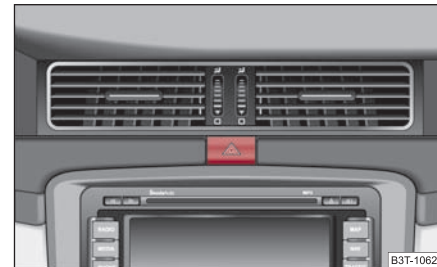

Abb. 60 Schalttafel: Schalter für Warnblinkanlage
- Drücken Sie den Schalter  ⇒ Abb. 60, um die Warnblinkanlage ein- bzw. auszuschalten.